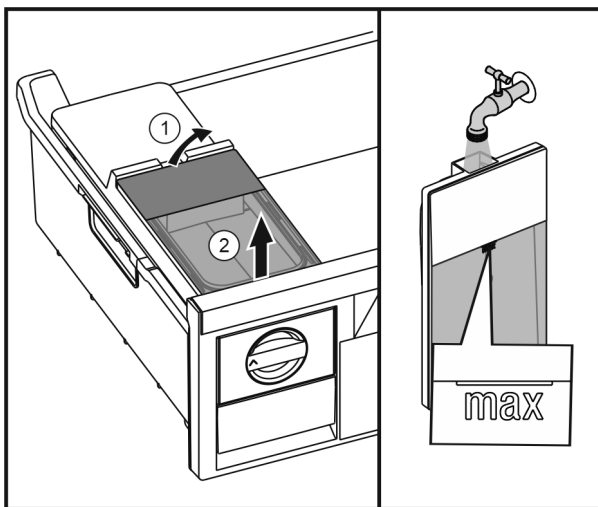

Fig. 55
- Soulever le réservoir d'eau depuis l'arrière Fig. 55 (1) et l'enlever vers le haut Fig. 55 (2).